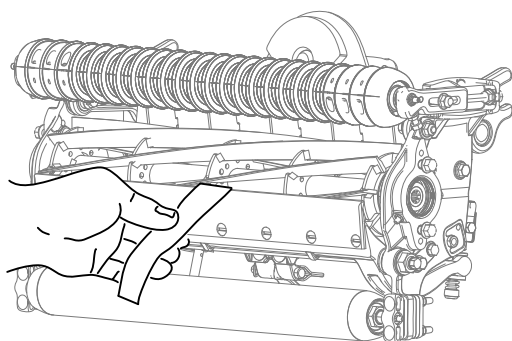

Figura 13
10. Verificate le prestazioni di taglio inserendo una lunga striscia di carta di verifica del taglio (n. cat. Toro 125-5610) tra il cilindro e la controlama, perpendicolarmente alla controlama (Figura 13). Ruotate **lentamente** il cilindro in avanti; questa operazione dovrebbe tagliare la carta.